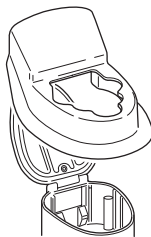

Figure 2 – Placer la gaine de transfert
2. Avec la chambre du boîtier aseptique ouverte, placer la gaine de transfert sur le boîtier aseptique et au-dessus de sa chambre (Figure 2).